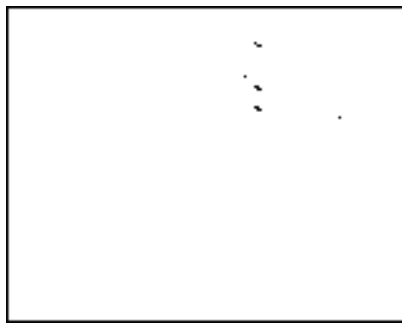

图 14-72 绘制通气孔
2) 绘制通气孔。调用“直线”命令, 绘制直线; 调用“偏移”命令, 偏移直线, 结果如图 14-72 所示。